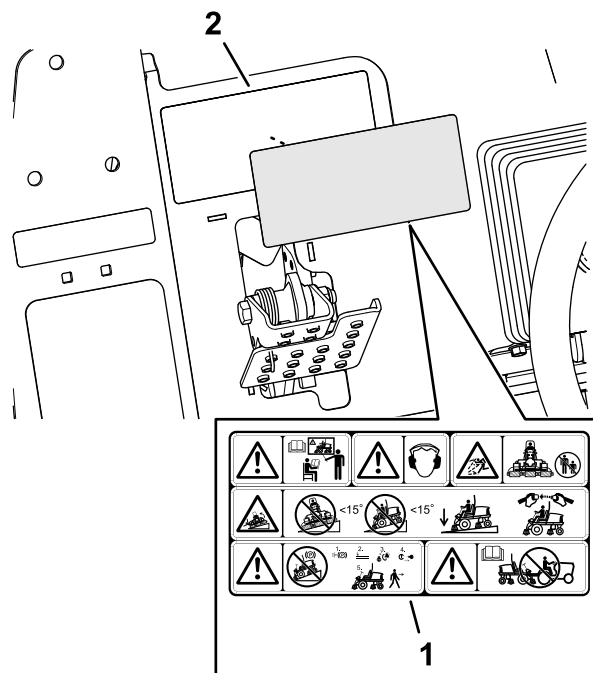

図 39
- 消毒用アルコールときれいなウェスで、警告用デカル 133-2930 の表面をきれいに拭いて乾燥させる 図 39。